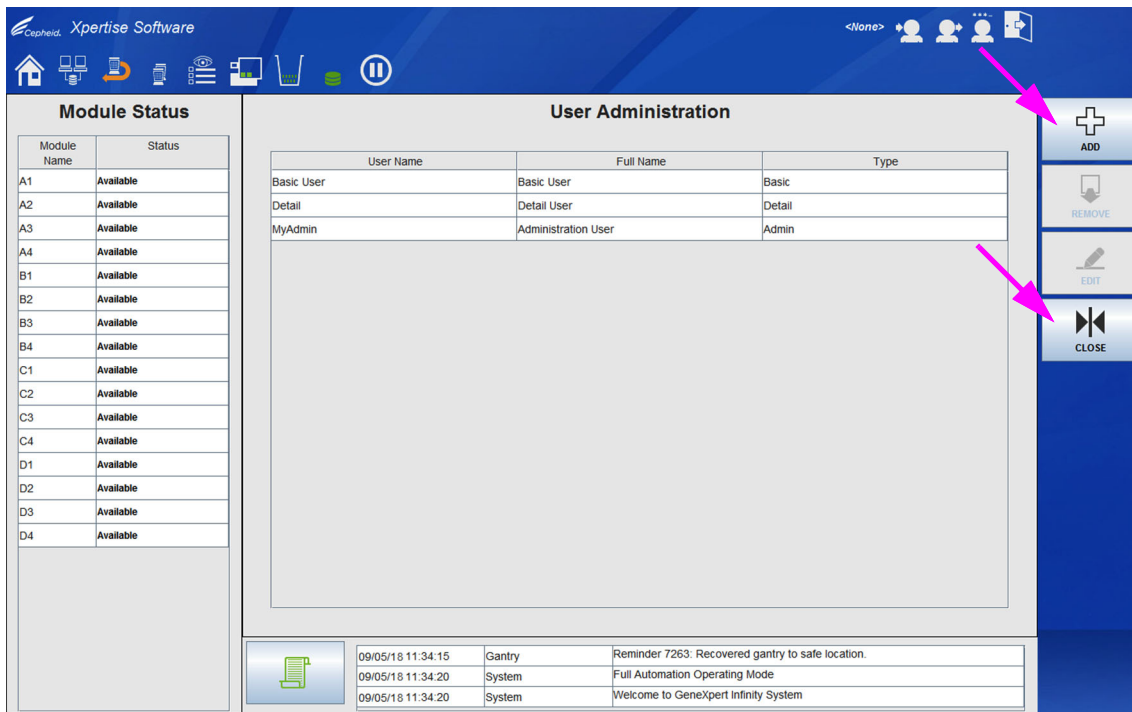

図 2-18. ユーザを表示するユーザ管理ワークスペース
7. 終了したら、**OK** ボタンを選択して変更を保存し、ワークスペースを閉じます。ユーザ管理 (User Administration) がユーザ情報とともに表示されず。図 2-18 を参照。
8. ユーザを追加するには、**追加 (ADD)** ボタン (図 2-18 を参照) を選択し、**ステップ 3 からステップ 7** までを繰り返します。
9. 全てのユーザを追加し終えたら、**閉じる (CLOSE)** ボタンを選択します。**図 2-18** を参照。